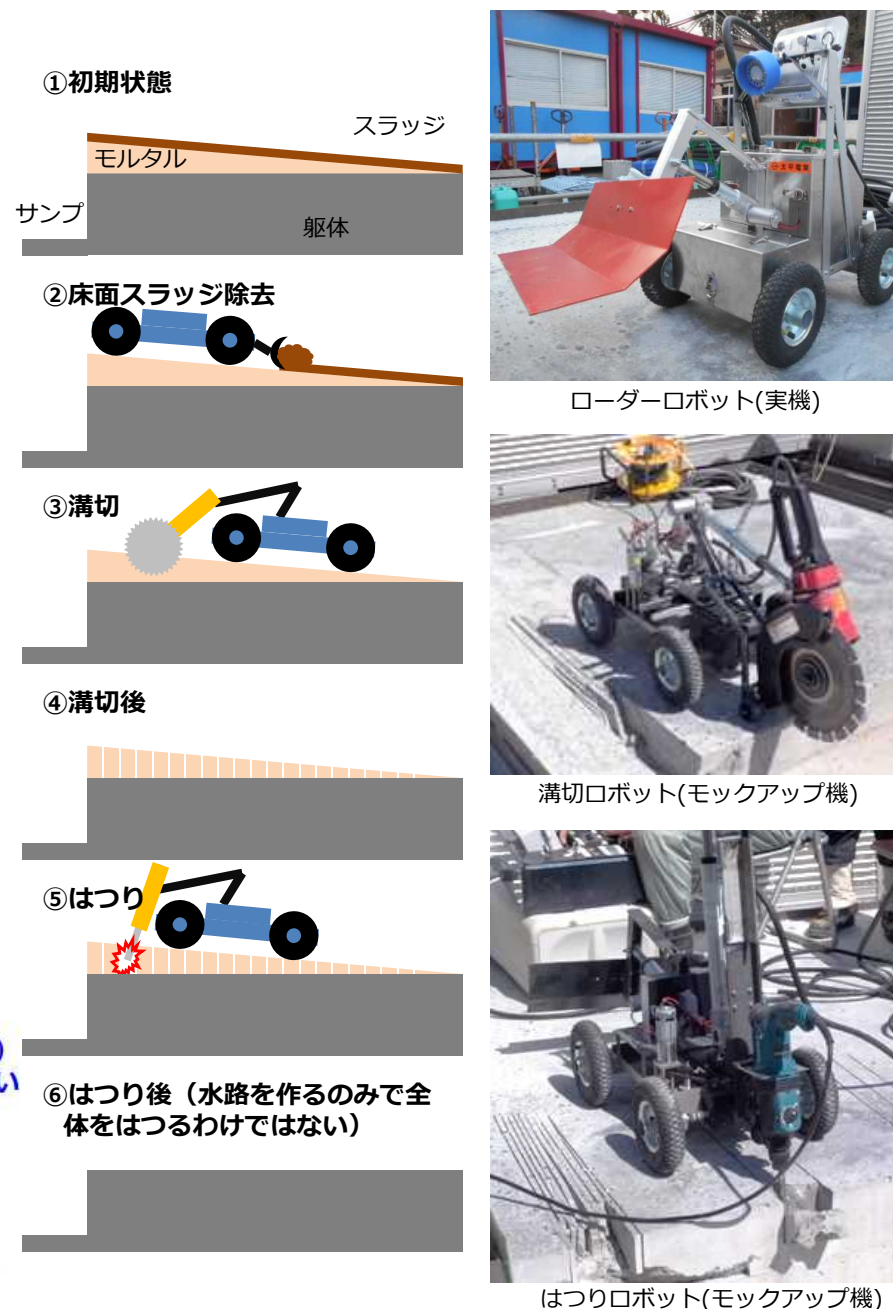

図3 ピット周辺の削り工事イメージ
- 遠隔ロボットで床面のモルタルを削り、ピットに導く水路を構築する工事のモックアップを実施し、4/6から作業準備を開始し、4/16より現場作業に着手（図3）。現在、②の床面スラッジ除去を実施中。